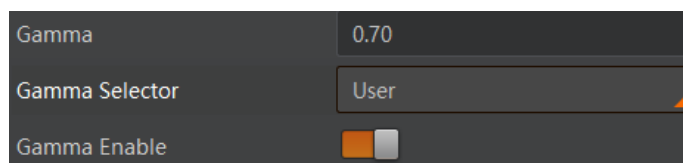

图11-3 User 模式
3. 在 *Gamma* 参数中输入需要设置的数值，参数范围为 0 ~ 4，如 图 11-3 所示。